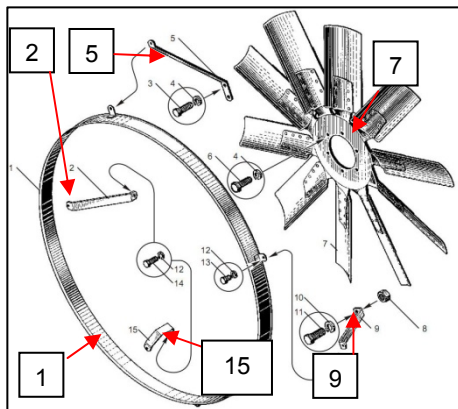

Рис. 6.82
4. Установить на ступицу привода вентилятора крыльчатку (7) (845.1308011-04), ввернув 6 болтов М10 (S=14), обеспечив затяжку $M_{кр} = 2,8-3,1$ кгс·м (рис. 6.82);
5. Установить кожух вентилятора (1) на кронштейны крепления кожуха (2, 5, 9, 15), ввернув 3 болта в отверстия кронштейнов (рис. 6.82);